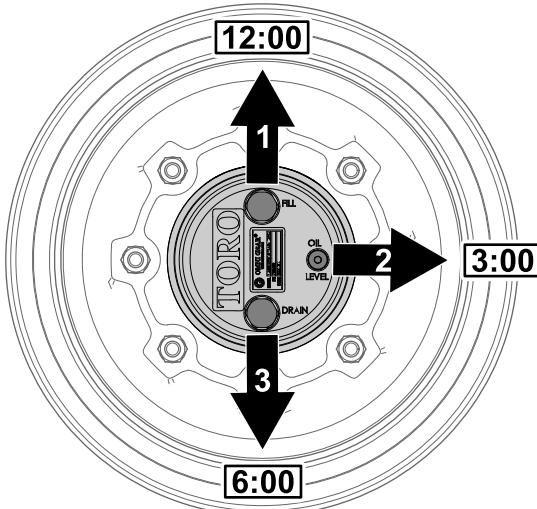

Figura 63
1. Parcheggiate la macchina su una superficie pianeggiante, posizionate la ruota in modo che il tappo di riempimento si trovi nella posizione a ore 12, il tappo di controllo nella posizione a ore 3 e il tappo di spurgo nella posizione a ore 6 (Figura 63).
2. Rimuovete il tappo di controllo nella posizione a ore 3 (Figura 63).
1. Parcheggiate la macchina su una superficie pianeggiante, posizionate la ruota in modo che il tappo di riempimento si trovi nella posizione a ore 12, il tappo di controllo nella posizione a ore 3 e il tappo di spurgo nella posizione a ore 6; fate riferimento alla Figura 63 in Controllo del lubrificante della trasmissione degli ingranaggi a ruotismo planetario (pagina 52).